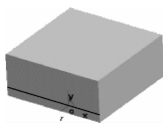

图 3-129 绘制型腔实体的一条等距线
(3)单击  按钮,在立即菜单中选择“单根曲线”方式,以距离“10”作为刚生成的一条边界线的等距线,删除多余的直线,作图结果如图 3-129 所示。